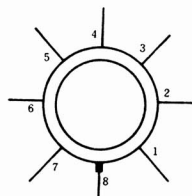

図5 OPアンプ741の上から見た図
- (1) ケースは、10cm×13cm×6cm程度の大きさが適当である。リード・PS-2がよい。
- (2) 図の中の点線は、基板裏面の配線の様子を示している。
- (3) 基板は、サンハヤト AT-1Sを半分にして使って充分である。
- (4) OPアンプのピン・ナンバーは、右の図5の通り。